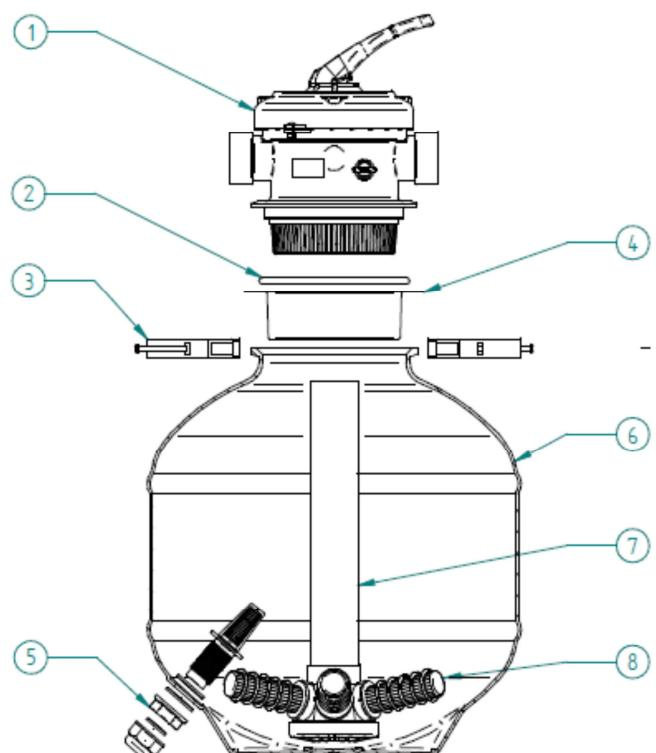
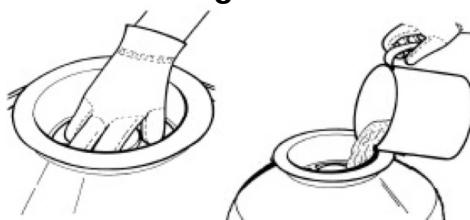

Fig. 14
Fig. 15
3. Apóyese entonces el apropiado embudo (Fig. 14, #4) en la abertura del tanque prestando atención que se cubra adecuadamente el tubo y comenzar a verter en el interior del tanque la *material filtrante* (arena al cuarzo que no se suministra, Fig. 15).